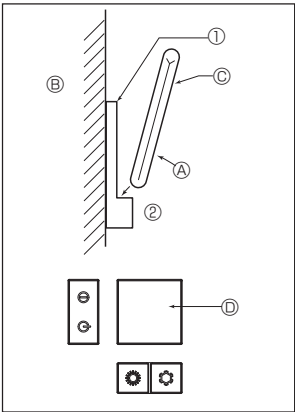

Fig. 7-7
2) Метод установки (Fig. 7-7)
① Прикрепите держатель пульта дистанционного управления в нужном месте с помощью 2 самонарезающих винтов.
② Установите нижний конец пульта дистанционного управления в держатель.